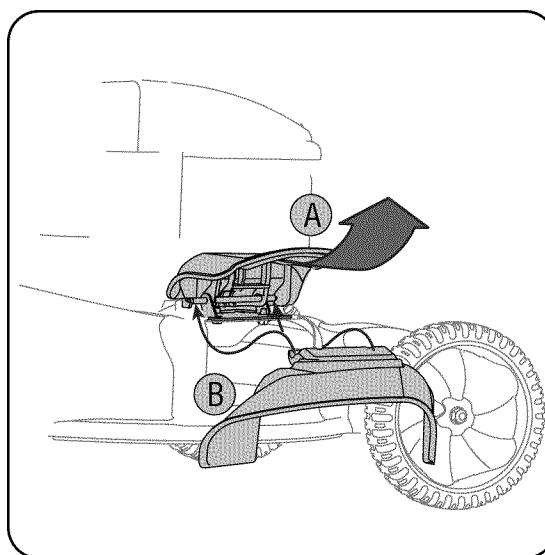

Figura 3-7
- Deslizar dos ganchos de la tolva de descarga de lado bajo el alfiler de gozne en la asamblea de enchufe que cubre con pajote y bajar el lado que cubre con pajote el enchufe. Ver la Figura 3-7.